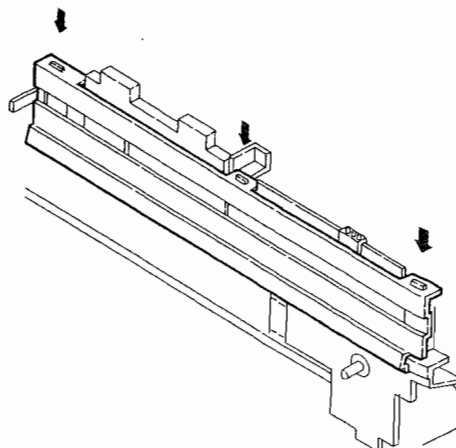

Figure 10-2
2. Loosen three tabs securing the dial scale plate, and detach the plate while shifting it down. See Fig. 10-2.
2. Die drei Befestigungszapfen der Skalenplatte lösen und die Platte durch Herunterschieben abnehmen. Siehe Abbildung 10-2.
2. Desserrer les trois pattes qui maintiennent la plaque graduée du cadran, et détacher la plaque en la déplaçant vers le bas. Voir la Figure 10-2.